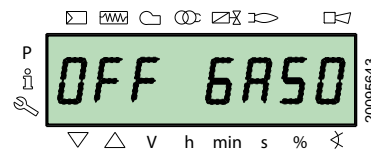

Fig. 42
- Fioul domestique « **OFF GASO** » (Fig. 42).